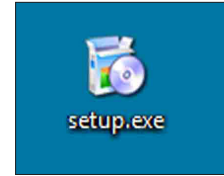

Fig. 52
2. Run the CubeX Setup file. (Fig. 52)